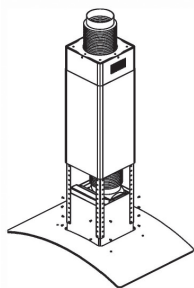

Рис. 5
5. Вытяните трубу из подвесных опор, закрепите корпус вытяжки на кронштейне. См. рис. 5.